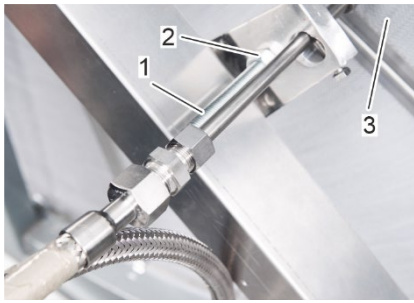
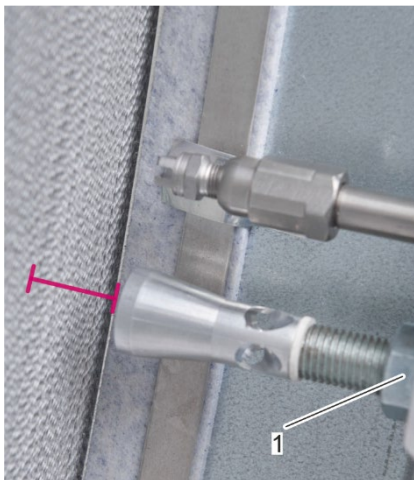

Figura 44: Ajuste de la distancia entre la boquilla de aire comprimido y la superficie del rotor
Figura 45: Tuerca de seguridad de la boquilla de aire comprimido del lado del rotor
9. Si la distancia es inferior o superior a 2,5 cm, afloje las tuercas de seguridad del lado de entrada (Figura 45/2) y la tuerca de seguridad del lado del rotor (Figura 44/1) y ajuste la boquilla de aire comprimido (Figura 44/1) acercándola (Figura 44/3) o alejándola de la superficie del rotor (Figura 44/3) hasta que quede a 2,5 cm de la superficie del rotor (Figura 44/3). Apriete las tuercas de seguridad del lado de la entrada (Figura 44/2) y la tuerca de seguridad del lado del rotor (Figura 45/1).